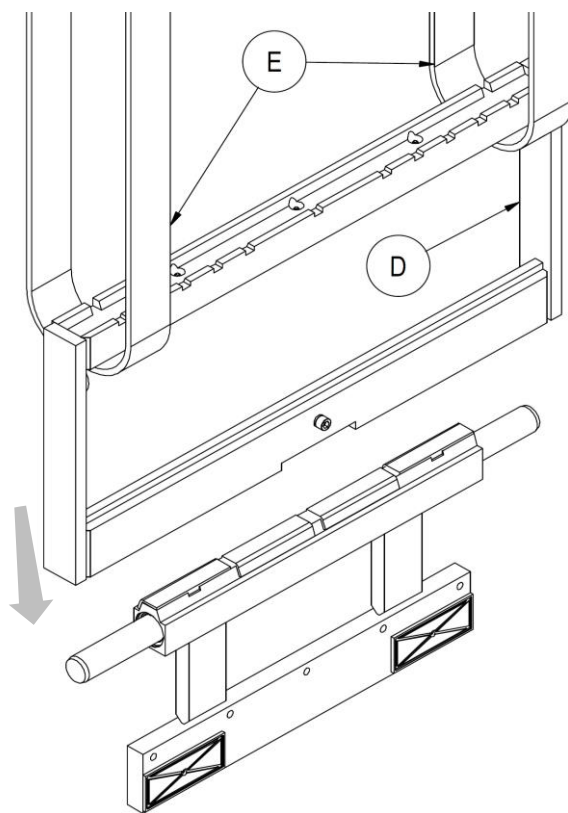

Figura 5
10. Montar el cuerpo móvil **D** desde la parte superior del equipo con la ayuda de bandas de tamaño adecuado al peso del equipo (**E**) mediante un puente grúa de capacidad suficiente (como indicado en *Figura 5*).